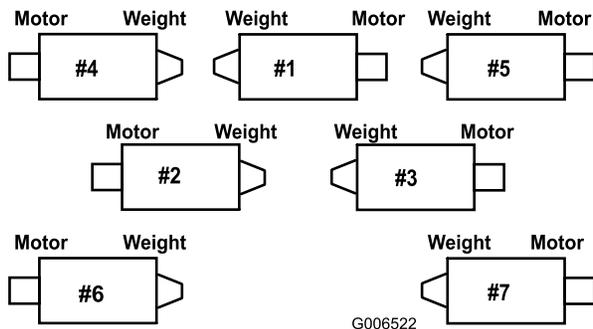

**Figure 15**
1. Sur les plateaux de coupe n° 2, 4 et 6, enlevez les 2 vis qui fixent le contrepoids à l'extrémité gauche du plateau de coupe. Déposez le contrepoids (Figure 15).